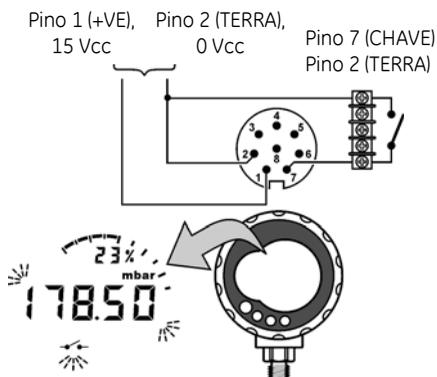

Figura 2 Exemplo de configuração: entrada de chave
1. Conecte o DPI 104-IS (Figura 2/Tabela 5).
A Figura 2 mostra o visor quando a condição de chave é alterada (aberta ou fechada). O dial analógico e o % de indicação continuam monitorando a pressão normal.